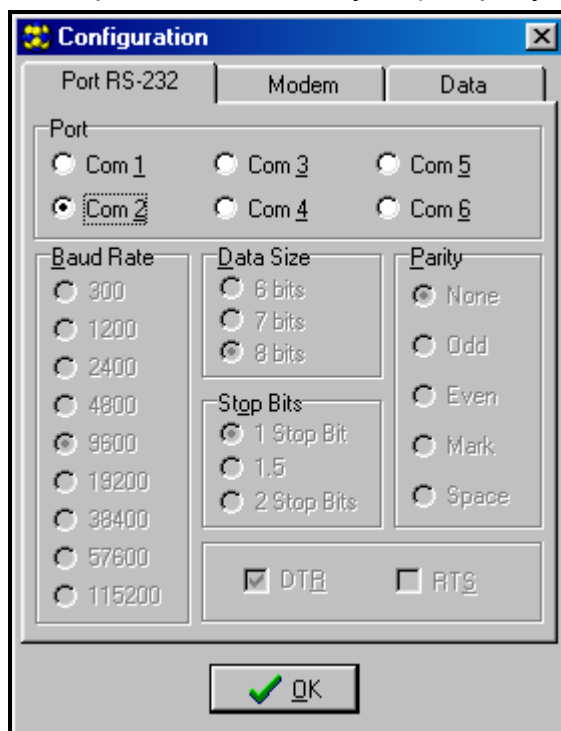

Рисунок 9.
2. Пройти к опциям конфигурации связи с модулем, щелкнув на пиктограмме  (или посредством меню **Соединение**→**Конфигурация**) и выбрать порт, через который компьютер соединяется с портом RS-232 модуля (см. рисунок 9).